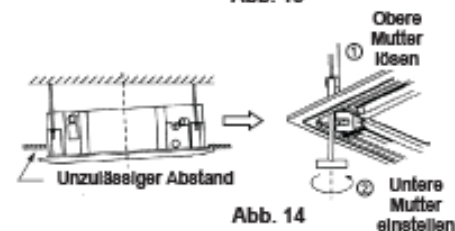
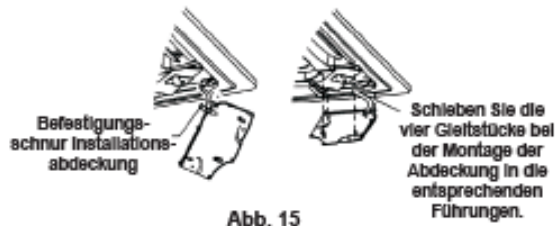

Abb. 14
Abb. 15
- Wenn nach dem Anziehen der Schrauben immer noch ein Abstand zwischen Frontplatte und Decke besteht, muss die Höhe des Innenteils noch einmal modifiziert werden. (Siehe Abb. 14 links)
- Sie können die Höhe des Innenteils mit Hilfe der Öffnungen an den vier Ecken der Frontplatte verändern, sofern dadurch die Funktion des Innenteils und des Kondensatrohrs nicht beeinträchtigt wird. (Siehe Abb. 14 rechts)
(4) Hängen Sie das Ansauggitter in den Gitterrahmen ein, schließen Sie den Motor und die Steuerung an das Gehäuse an.
(5) Bringen Sie das Ansauggitter wieder in Position, indem Sie die oben genannten Schritte in umgekehrter Reihenfolge ausführen.
(6) Bringen Sie die Installationsabdeckungen wieder in Position.
- a. Befestigen Sie die Befestigungsschnur der Installationsabdeckungen wieder an den Schrauben. (Siehe Abb. 15 links)
- b. Drücken Sie die Installationsabdeckungen vorsichtig in das Gitter. (Siehe Abb. 15 rechts)